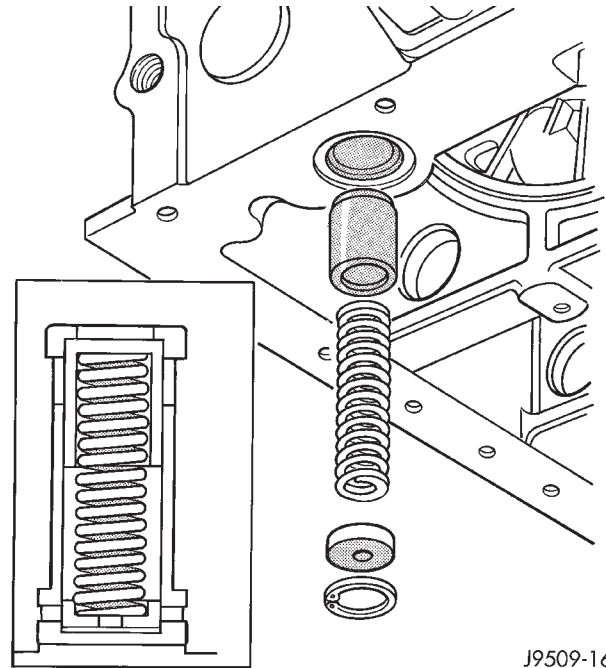

Fig. 60 Válvula de Alívio da Pressão de Óleo
(2) Remova o cárter de óleo. Consulte “Remoção e Instalação do Cárter de Óleo” nesta seção, para obter o procedimento.
(3) Remova o anel de pressão da válvula de alívio.
(4) Remova a tampa da válvula de alívio, a mola e o êmbolo (Fig. 60).
(5) Verifique o comprimento da mola da válvula de alívio. O comprimento livre da mola da válvula de alívio é de 57,5 mm (2,263 pol.). Se o comprimento da mola for menor ou a mola estiver deformada, deverá ser substituída.
(6) Verifique se o êmbolo está arranhado e substitua-o se necessário.